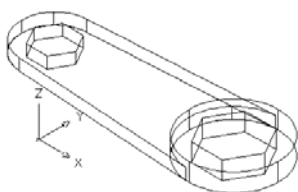

图 14-18 打开素材
- 01 打开随书光盘“\素材文件\第 14 章\实例 156.dwg”文件，如图 14-18 所示。